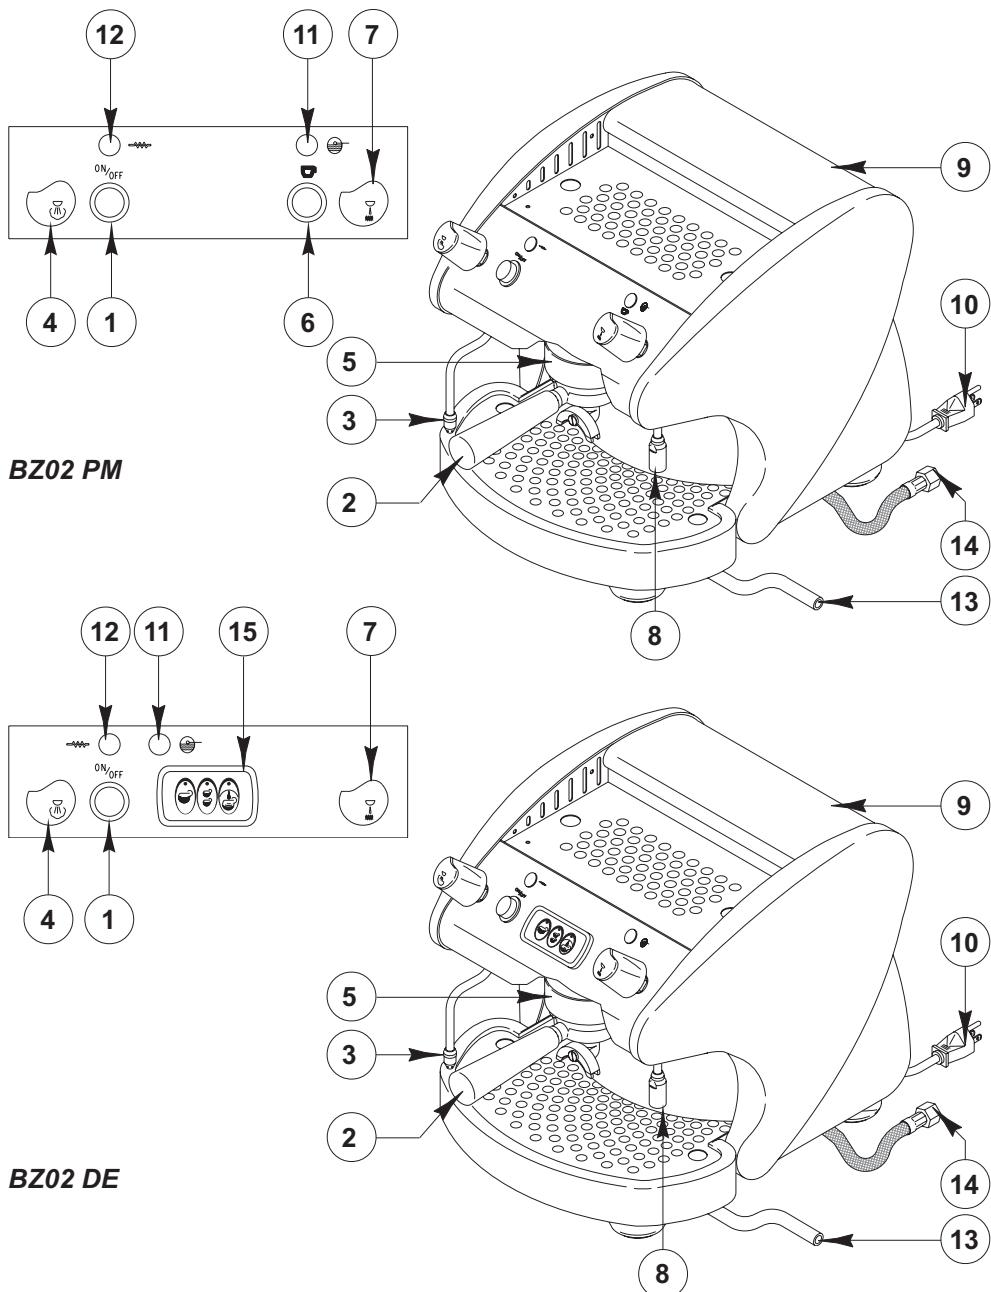

Abb. 1
Oberhalb des Maschinenanschlusses (Abb.1; pos. 14) einen Wassersperrhahn anbringen.
Das Anschlußstück für den Wassereinlaß (Abb.1; pos. 14) wird mit einem G 3/8"-Gewinde geliefert.
Einen Gummischlauch mit einem Innenurchmesser von 10 mm an das auf der Maschinengrube vorgesehene Verbindungsstück (Abb.1; pos. 13) und an einen vorher angebrachten Siphonabfluß anschließen.
Wasser in den Tanker geben, version S (Abb.1; Pos.9).
Den On/Off Schalter (Abb. 1; Pos.1) betätigen.
Um die Gruppe zu erhitzen und auf die richtige Temperatur zu bringen den Dampfableßhahn (Abb. 1; Pos. 4) öffnen und 2 bis 3 Mal den Dampf in die Abflußschale ablassen.
Das Aufleuchten der grüne Kontrolleuchte (Abb. 1; Pos. 12) zeigt an, daß der Widerstand eingeschaltet ist.
Das Aufleuchten der gelbe Kontrolleuchte (Abb. 1; Pos. 11) zeigt an, daß die Maschine vorschriftsmäßig funktioniert. Bei ausgeschaltetem grünen Licht ist der Wasserstand im Tank zu überprüfen.